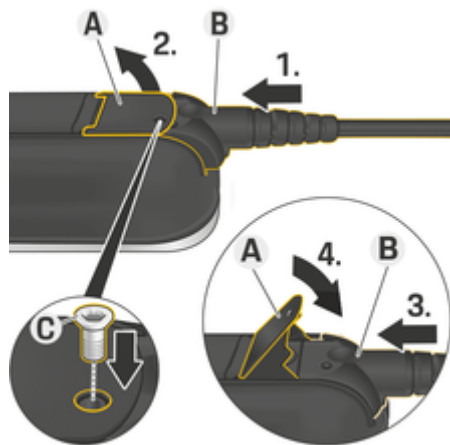

Fig. 12: Fixation des câbles et des fiches
✓ Le levier **A** (Fig. 12) est abaissé.
1. Insérez la fiche **B** (Fig. 12) dans le module de commande jusqu'au premier point de résistance.
2. Levez le levier **A** (Fig. 12).
3. Insérez entièrement la fiche **B** (Fig. 12).
4. Abaissez le levier **A** (Fig. 12).
5. Fixez la fiche **B** (Fig. 12) au module de commande à l'aide de la vis **C** (Fig. 12).